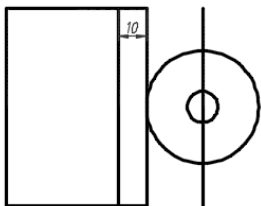

图 13-8 创建一条偏移线
6) 使用 OFFSET 命令创建一条偏移线，如图 13-8 所示，图中给出了偏移距离。